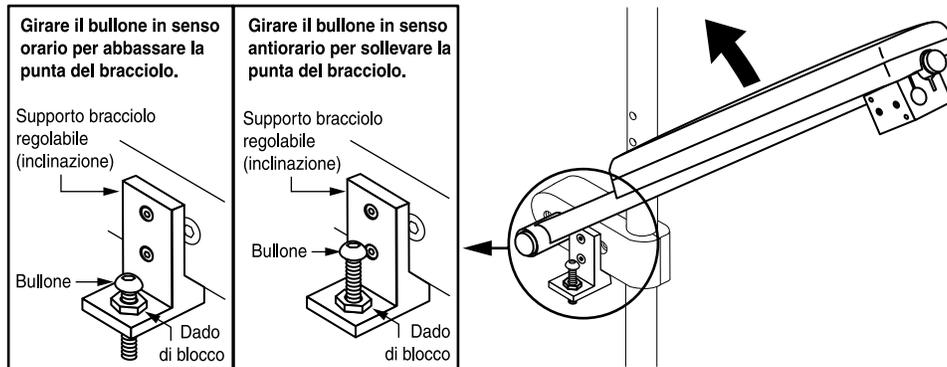

Figura 3. Regolazione inclinazione braccioli sollevabili
2. Allentare il dado di blocco sul supporto bracciolo regolabile con la chiave aperta da 13 mm. Si veda figura 3.